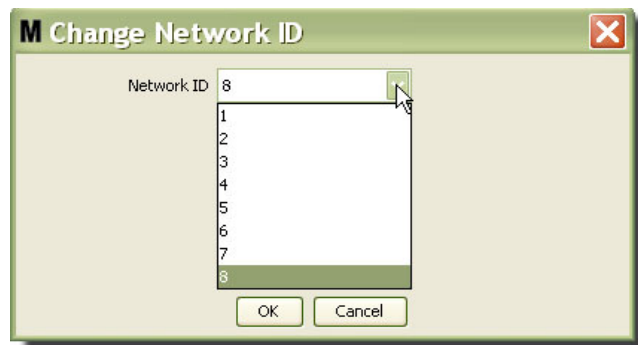

FIG. 85
3. In het vervolgkeuzemenu met beschikbare netwerk-ID-nummers, selecteert u het netwerk-ID-nummer dat is toegewezen aan uw locatie (FIG. 85). Klik op OK om het scherm te sluiten en de wijzigingen op te slaan.